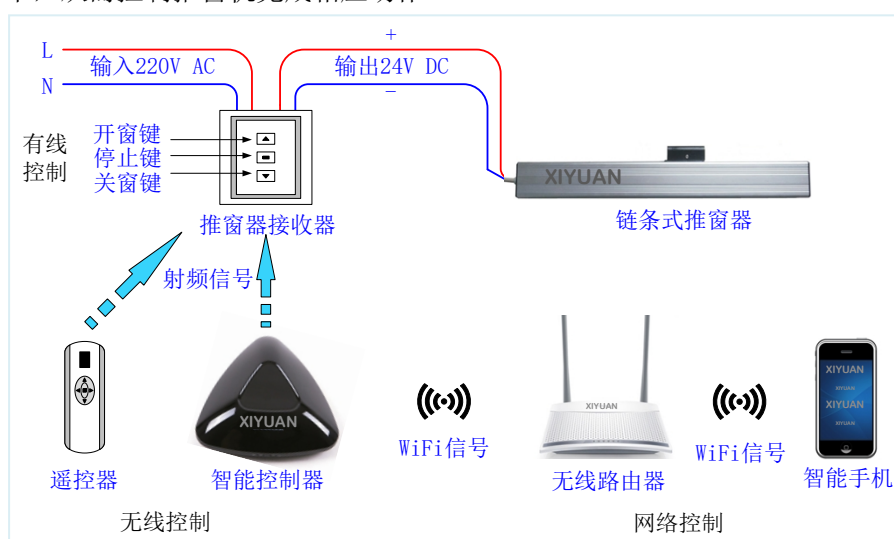

图 5-37 电动窗的工作原理示意图
如图 5-37 所示，电动窗有线控制系统主要由推窗机和推窗机接收器组成。外部接入的 220V 交流电源通过推窗机接收器转换为 24V 直流电源，给推窗机提供动力电源，通过推窗机接收器面板上的按键，完成对推窗机内部电机的控制，进而实现对窗户的开关控制。
如图 5-37 所示，电动窗无线控制系统是在电动窗有线控制系统的基础上配备了遥控器。遥控器与推窗机接收器通过对码学习，就能发射无线射频信号完成对推窗机的控制，进而实现对窗户的开关控制。
如图 5-37 所示，电动窗网络控制系统是在电动窗有线控制系统的基础上配备了智能遥控主机、无线路由器和智能手机等设备。在无线路由器搭建 Wi-Fi 网络环境下，智能手机的控制信号通过智能遥控主机传输到推窗机接收器中，从而控制推窗机完成相应动作。
- 2) 绘制电动窗和窗帘的工作原理图。（参考图 5-37 与 5-38）